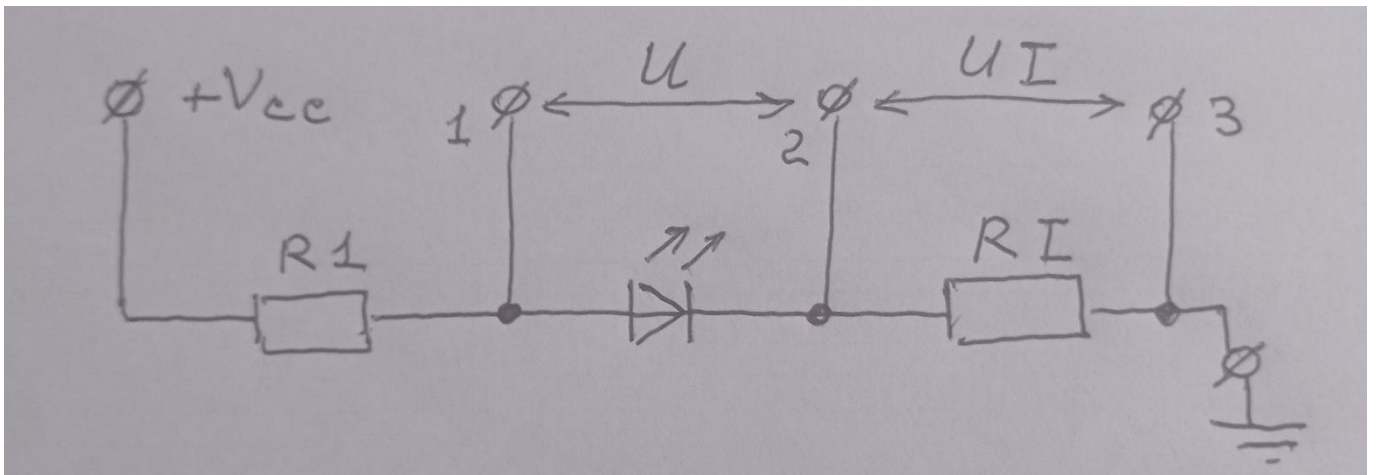

Рисунок 2.5 – Макетна схема досліджень СД
1. Зібрати електричну схему для досліджень відповідно до рис.2.5, враховуючи при цьому розміщення катода та анода СД. При комутуванні застосовувати провідники відповідних типів та врахувати таке: